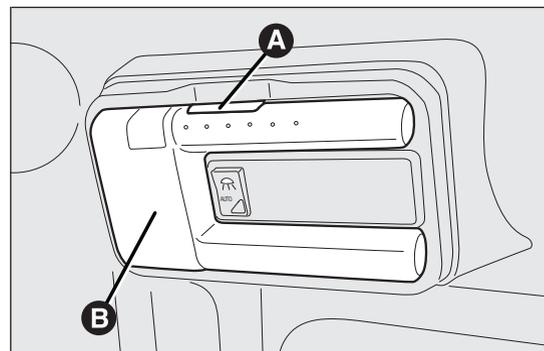

fig. 154
- pulsar el botón A fig. 154 y extraer el plafón extraíble B;